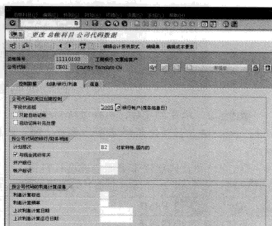

图 5-14 编辑“创建/银行/利息”内容
STEP 4 修改控制数据的内容后，选择“创建/银行/利息”选项卡，如图 5-14 所示，从中选择字段状态组后单击“”按钮保存即可。